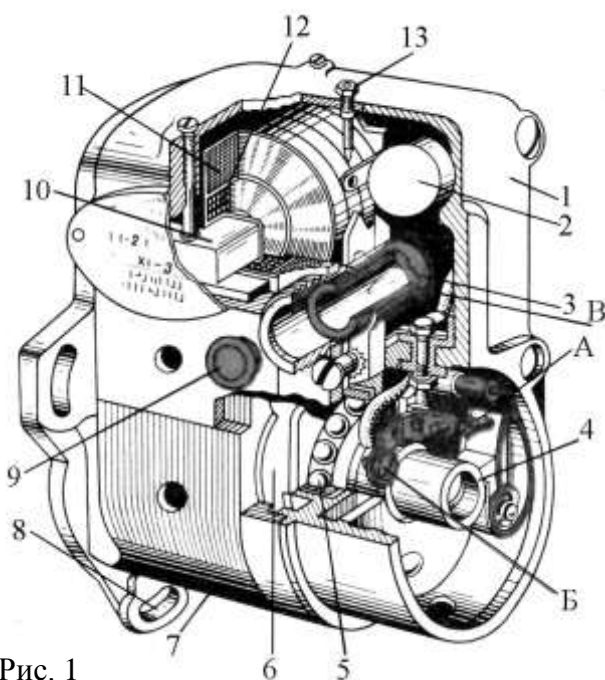

Рис. 1
1. Зніміть магнето і свічку запалювання з пускового двигуна. Зніміть кришку переривника і, повертаючи ротор магнето, ознайомтеся з будовою і принципом дії переривника. Від’єднайте кришку від корпусу магнето, вийміть ротор. Користуючись рис.1, розгляньте будову магнето: 1-кришка, 2-конденсатор, 3-патрон високовольтного провoda, 4-кулачок, 5-підшипник, 6-ротор, 7-статор, 8-отвори кріплення магнето, 9-кнопка вимкнення запалювання, 10-осердя трансформатора, 11-вторинна обмотка, 12-первинна обмотка, 13-іскровий запобіжник. А-переривник, Б-регулювальний гвинт, В-гніздо провoda високої напруги.